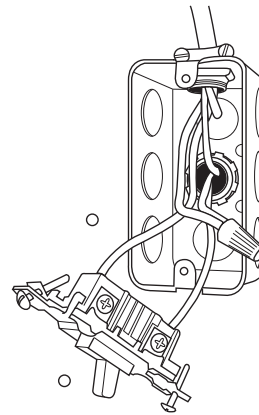

Figure 25– Coffret électrique fourni sur place sur le caisson de chaudière
6. Acheminez les fils d'alimentation de la chaudière dans les trous du caisson et du coffret électrique, puis dans le coffret électrique (voir la Figure 25).
REMARQUES POUR LES FIGURES 25 À 31